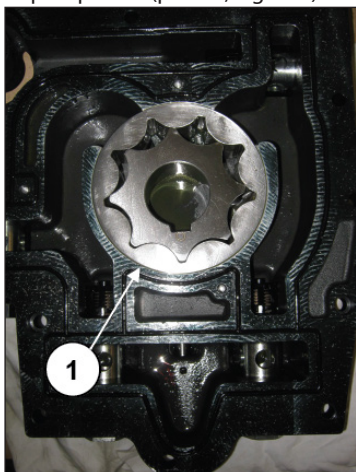

Fig. 151
Montare i rotori pompa olio (pos. ①, Fig. 151).